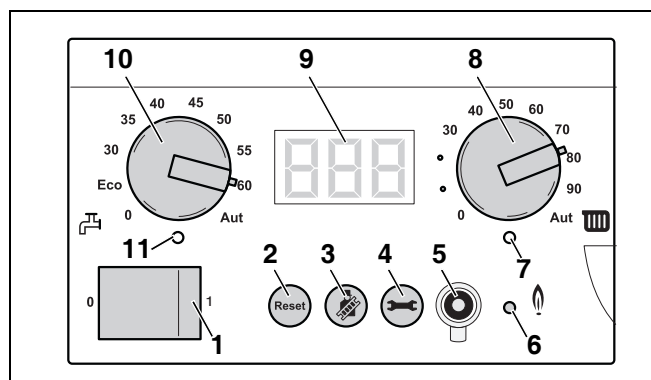

Fig. 58 Basiscontroller BC10
LED "Varmtvandsproduktion" (fig. 58, pos. 11) lyser, når der er opstået varmebehov til varmt vand, og slukkes, når der ikke længere er behov for varme.
Kedlens menustruktur kan gennembladres på BC10 ved hjælp af tasten "Reset", tasten "Skorstensfejer" og tasten "Statusindikator" (fig. 58, pos. 2, 3 og 4) og displayet (fig. 58, pos. 9) med tab. 8 til tab. 12.